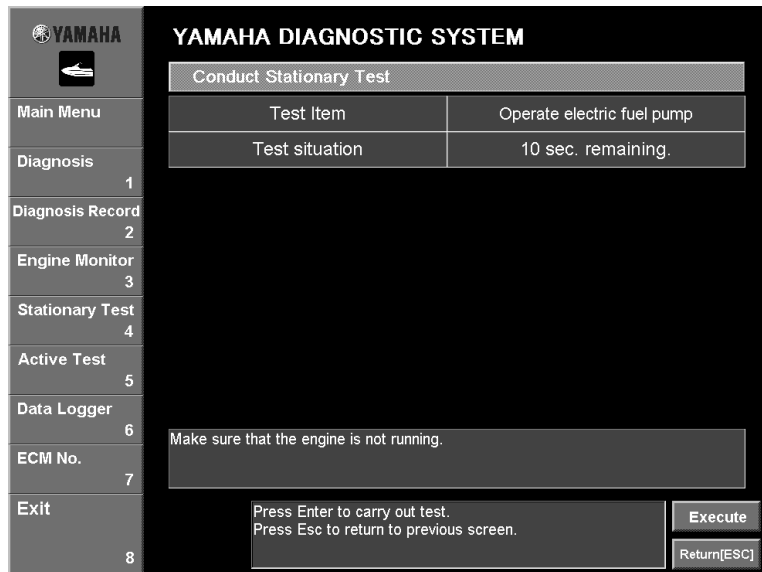

Fig. 53
2. Click the **Execute** button or press the Enter key on your keyboard. (Fig. 53)
2. Cliquer sur le bouton **Execute** ou appuyer sur la touche Entrée du clavier (Fig. 53).
2. Klicken Sie auf **Execute** oder drücken Sie die "Enter"-Taste Ihrer Tastatur. (Abb. 53)
2. Haga clic en el botón **Execute** o pulse la tecla Intro en el teclado. (Fig. 53)